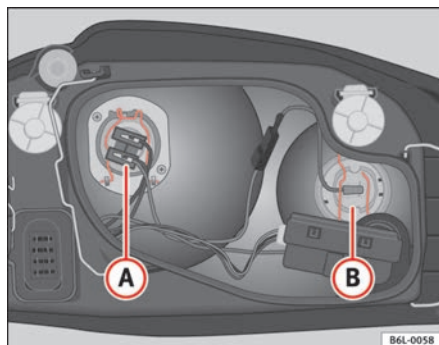

Fig. 153 Lámpara luz de carretera
- Extraiga el conector del cable de la lámpara ⑧ ⇒ fig. 153.